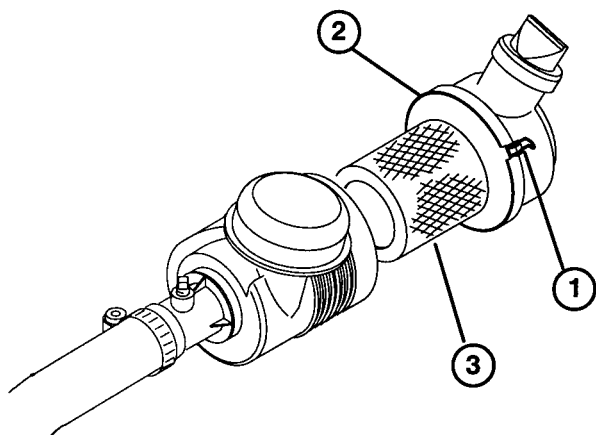

図35
1. ラッチを外し、カバーとボディを分離して(図35)カバーの内部をきれいに清掃する。